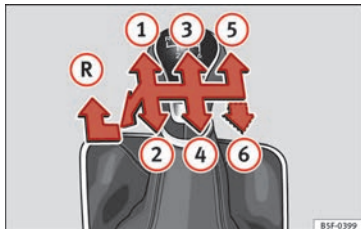

Fig. 52 Esquema de uma caixa de velocidades manual de 5 ou de 6 velocidades.
Na alavanca das mudanças indicam-se as posições das marchas » **Fig. 52**.
- Com a alavanca das mudanças em ponto morto, pressione-a para baixo, mova-a para a esquerda até ao fim e depois para a frente para selecionar a marcha-atrás » **Fig. 52** (R).